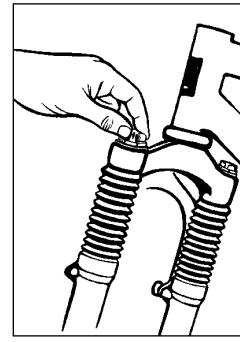

Abb. 4 Q5, Q21R
**Quadra 5:** Die Vorspannung der Teleskopgabel ist von außen, durch Verstellen der Justierknöpfe am oberen Ende der Krone, einstellbar (siehe Abb. 4 & 5). Es stehen ungefähr 4 Drehungen zum Einstellen zur Verfügung. Beide Seiten sollten gleich eingestellt werden. Immer von der ganz weichen Position (vollständig entgegen dem Uhrzeigersinn) starten. Die Justierknöpfe solange drehen, bis die gewünschte Fahrtqualität erreicht ist.